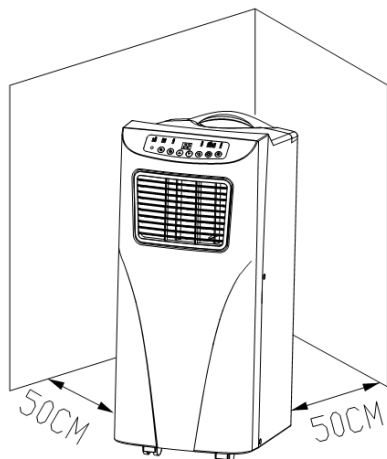

Figure 4
- 1) Déplacez la machine avec le tuyau devant la fenêtre. La distance entre le corps et les murs ou tout autre objet doit être de 50 cm minimum (comme indiqué sur la Fig.4).